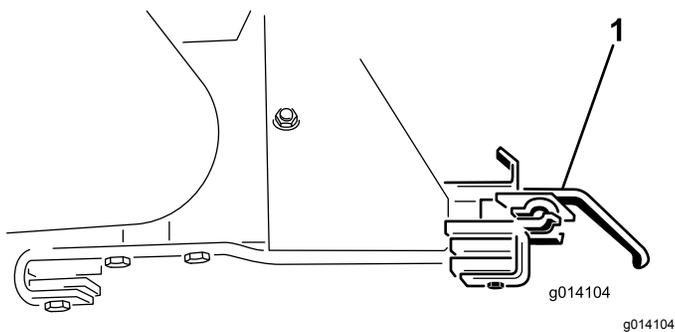

Рисунок 58
18. Снимите 2 монтажных кронштейна дополнительного орудия (Рисунок 58).